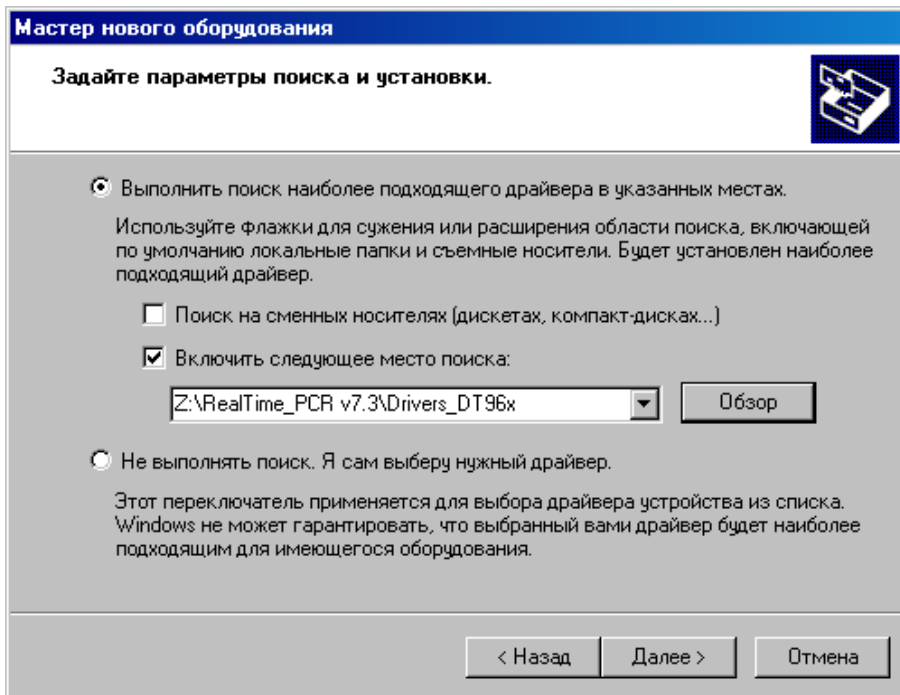

Рис.6 Поиск папки Drivers_DT96x на компакт-диске
– В окне задания параметров поиска и установки (Рис.6) укажите путь к папке с драйвером для чего поставьте галочку в окошке **Включить следующее место поиска** и нажмите кнопку .
– Убедившись, что путь к папке с драйвером в окне (Рис.6) указан правильно, нажмите кнопку .